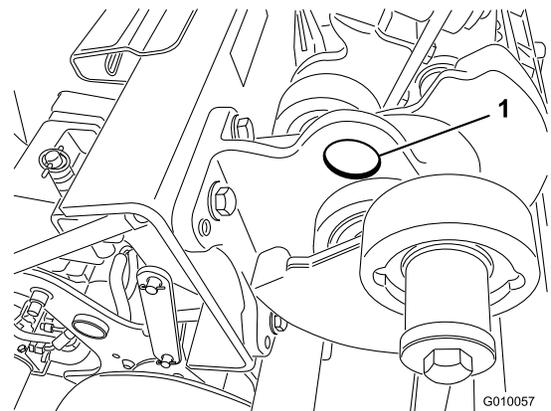

Figura 40
**Nota:** Si está disponible, utilice una grúa para elevar la parte trasera de la máquina. Utilice los ojales de los alojamientos de los cojinetes del cabezal de perforación como puntos de enganche del polipasto (Figura 40).